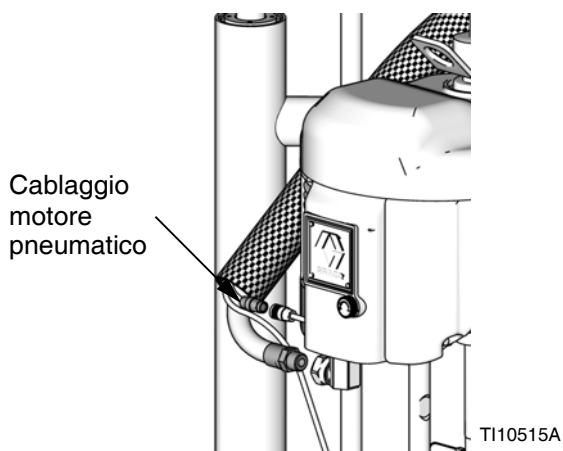
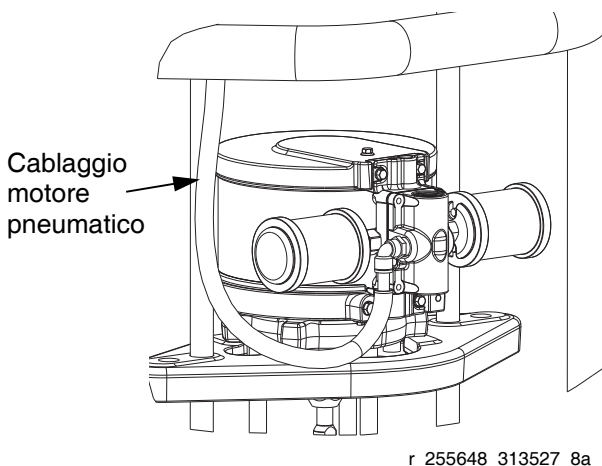
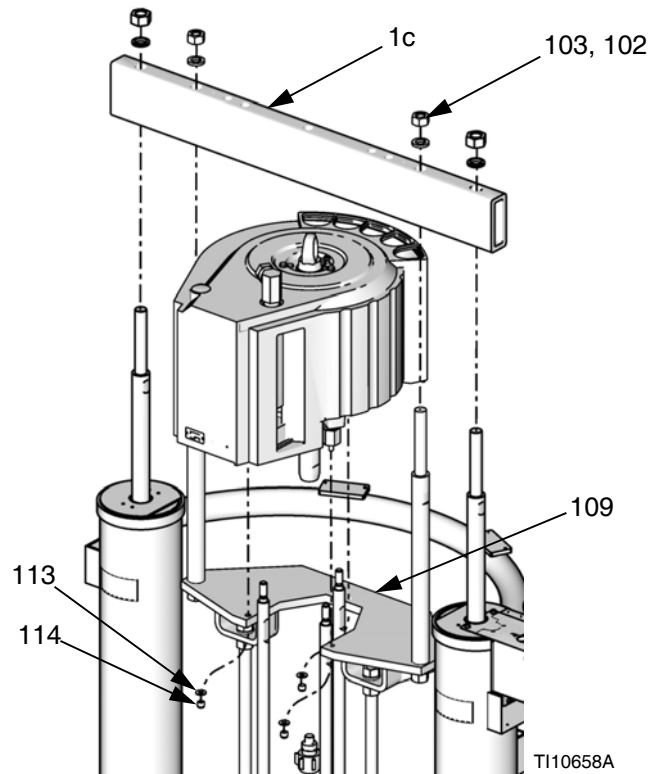

FIG. 22: Cablaggio motore pneumatico NXT 2200-6500
FIG. 23: Cablaggio motore pneumatico NXT 200-1800
FIG. 29: Motori pneumatici Xtreme XL
3. Collegare il flessibile dell'aria al motore. Se si utilizza un DataTrak remoto, collegare le connessioni elettriche al motore pneumatico. Vedere FIG. 22 e FIG. 23 a pagina 26.
1. Con un verricello adatto, abbassare il motore pneumatico sulla piastra di montaggio (109). Vedere la FIG. 29.
2. Fissare il motore alla piastra di montaggio (109) con dadi (114) e rondelle (113).
3. Installare la barra a croce (1c), i dadi (103) e le rondelle (102).
5. Collegare il flessibile dell'aria al motore. Se si utilizza un DataTrak remoto, collegare le connessioni elettriche al motore pneumatico. Vedere FIG. 22 a pagina 26.